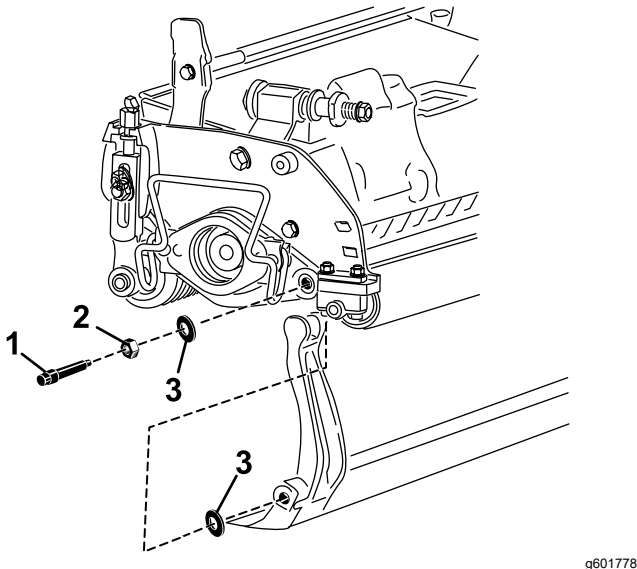

Figura 15
Considerate 2 rondelle in nylon su ciascun lato della barra di appoggio (Figura 15).
3. Collocate una rondella in nylon su ciascun lato della flangia di estremità della piastra laterale. Posizionate una rondella in acciaio all'esterno di ciascuna rondella in nylon (Figura 15).